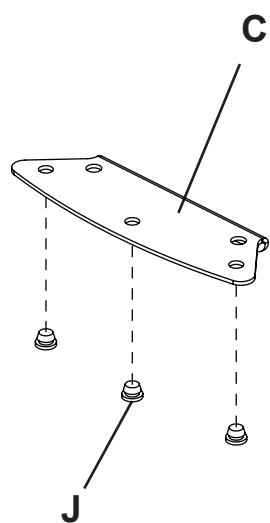

FIGURA 2.1
(4) 540-1059
- 1** Fije el tubo vertical (B) en la base sostenedora (H) utilizando un casquillo de plástico (AA), un tornillo pasador de cabeza hueca de M5 x 55 mm (R) y una tuerca de M5 (S), como se muestra en el detalle 1.
- 2** Inserte tres paragolpes de botón (J) en el soporte de abrazadera para repisas (C), como se muestra en la figura 2.1.